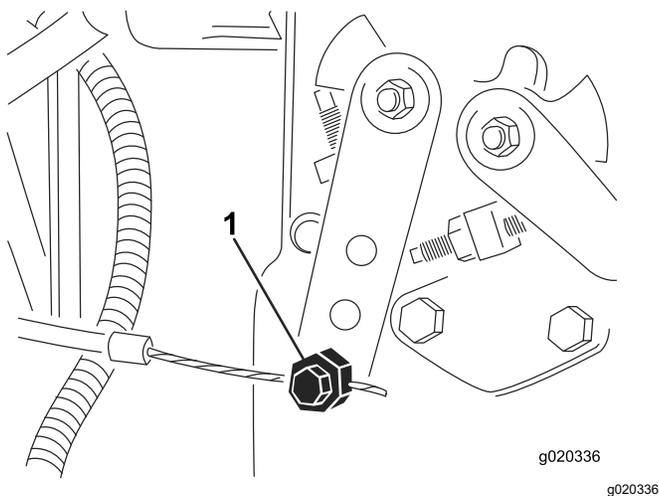

Рисунок 90
4. Ослабьте соединитель тросика дроссельной заслонки на плече рычага инжекторного насоса (Рисунок 90).